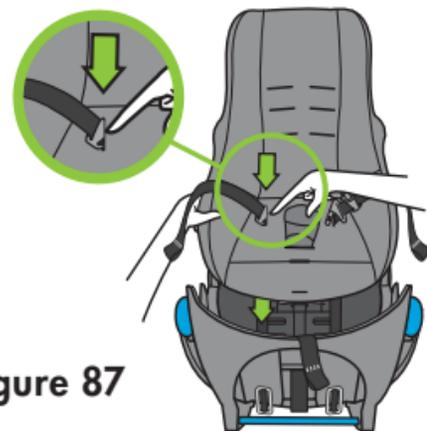

Figure 87
- Positionnez l'attache de poitrine de sorte que son extrémité soit alignée avec l'ouverture de la sangle de hanche et poussez l'attache de poitrine vers le bas à travers l'ouverture de la sangle de hanche dans la housse et la coque intérieures du porte-bébé, comme illustré à la **Figure 87**.